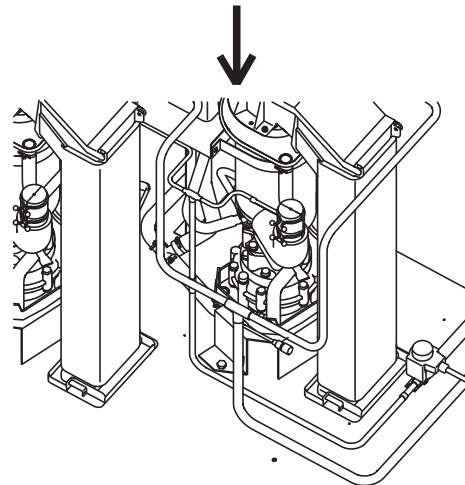

Abb. 8
1) Wenn der Saugdruck in der Verflüssigereinheit 0,10 MPa (1,05 bar) übersteigt, den EPR (Verdampfungsdruckregler) aus der Saugleitung entfernen. Siehe Abb. 8.